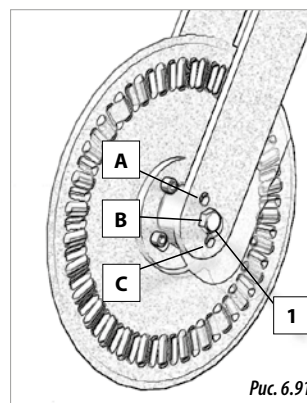

Рис. 6.91
- 1- Снять гайку (1, рис. 6.91), удерживая диск одной рукой, а другой удалить винт.